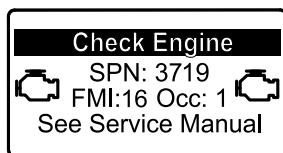

図 45
- ・ 駐車再生が必要になると、インフォセンターにエンジン警告 SPN 3719, FMI 16 図 45 が表示され、エンジン出力が 85% にダウンします。